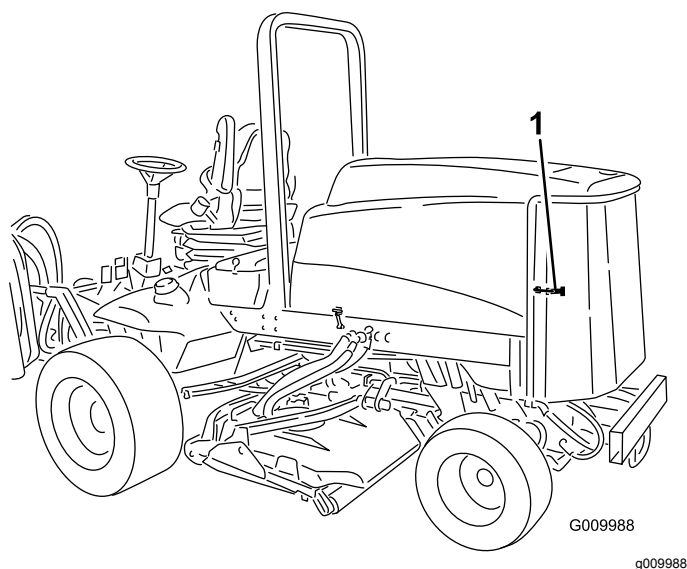

Figure 50
1. Déverrouillez et ouvrez la grille arrière (Figure 50). Nettoyez soigneusement la surface de la grille.